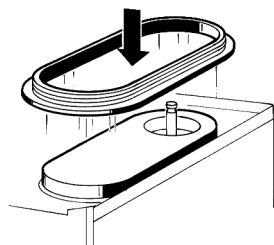

figure 7
**4** Replacer le joint du réservoir sur l'évaporateur, en laissant la couronne plus épaisse en contact avec le plan égouttoir (voir figure 7).